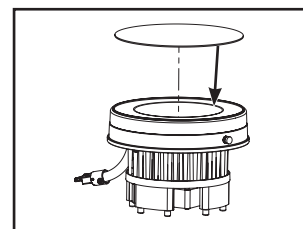

Figure 31.
- Insérez la lentille dans le réflecteur blanc (Figure 31.).